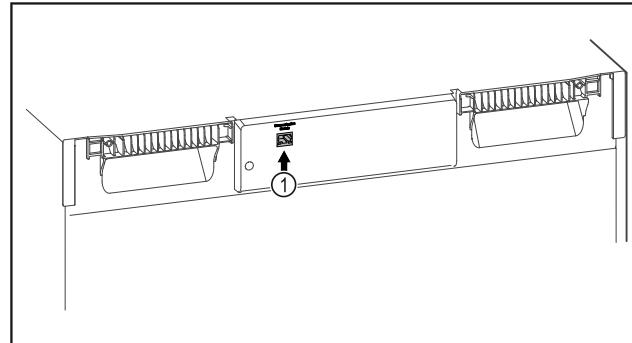

Fig. 102
SmartModule Fig. 102 (1) se rabi.